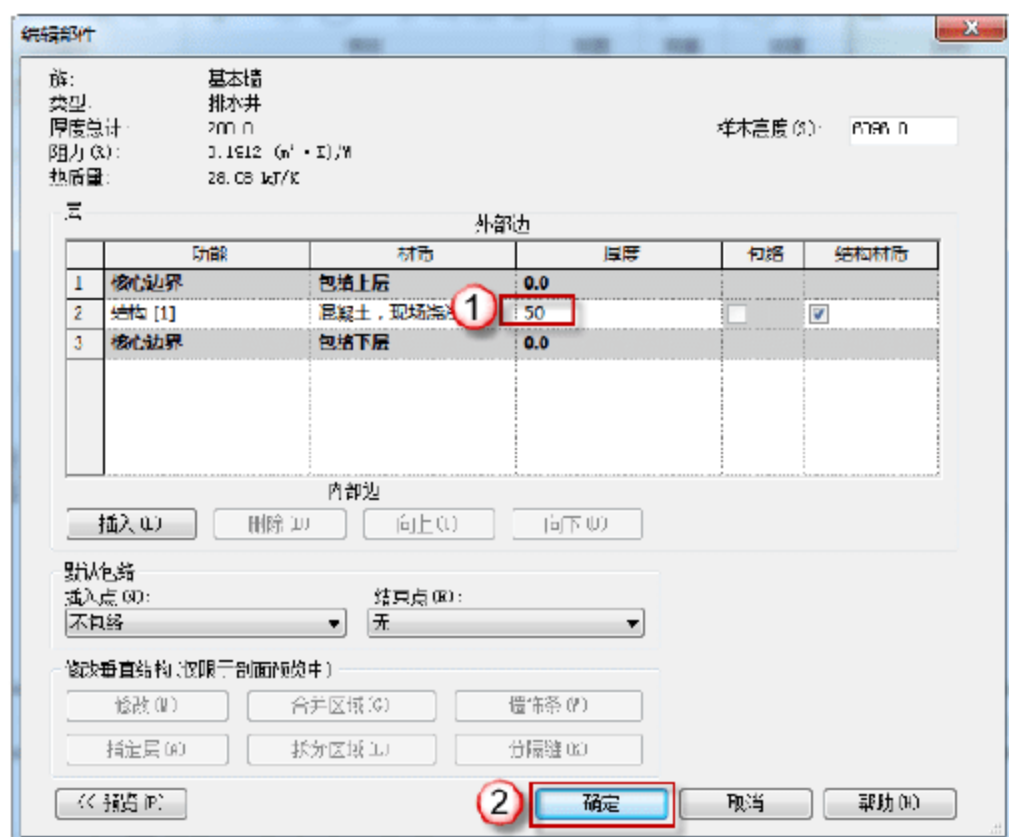
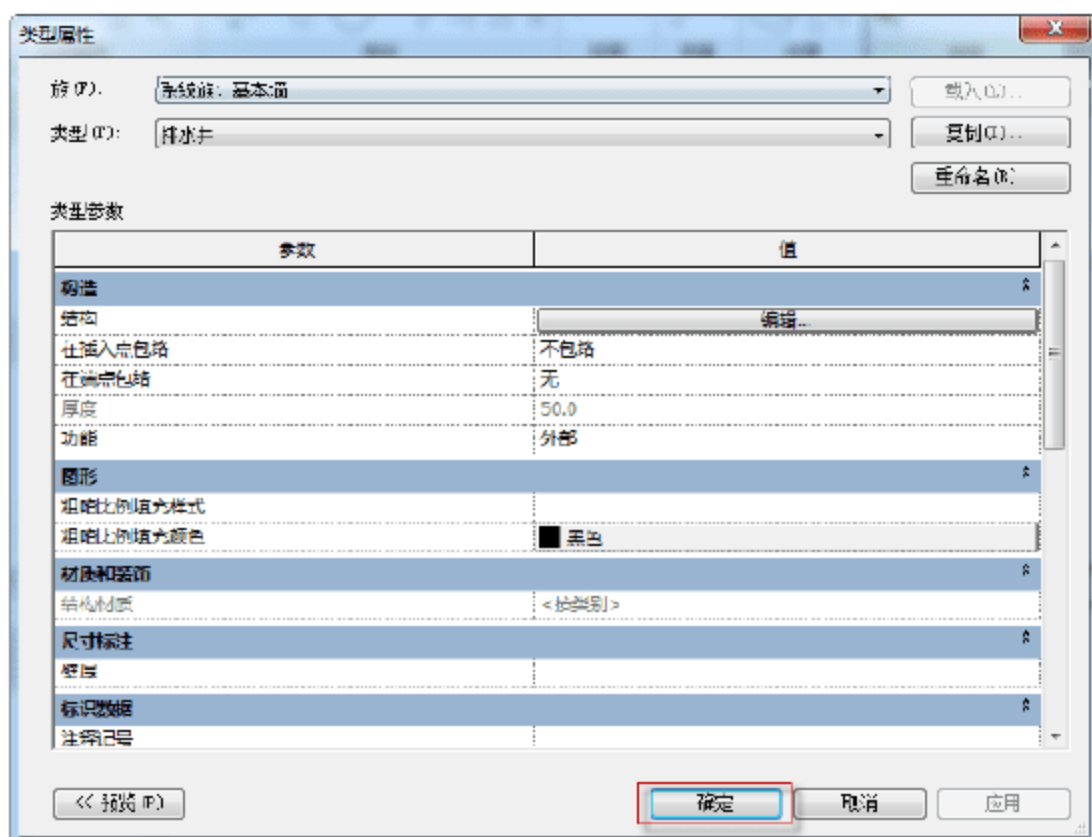

图 9.2.25 设置“排水井”厚度
图 9.2.26 完成“排水井”的设置
(5) 设置“排水井”厚度。在返回的“编辑部件”对话框中，将“结构[1]”对应的厚度改为“50mm”，然后单击“确定”按钮，如图 9.2.25 所示。最后，在返回的“类型属性”对话框中，单击“确定”按钮，如图 9.2.26 所示。